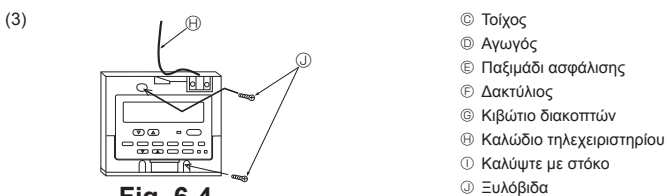

Fig. 6-4
(3) Για απευθεία εγκατάσταση σε τοίχο (Fig. 6-4)